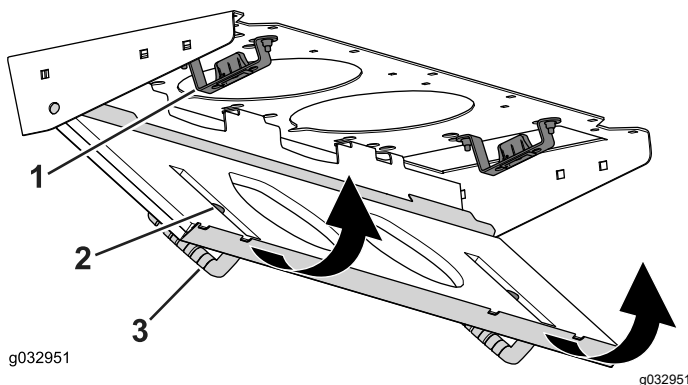

Figure 87
4. Faites pivoter le filtre sur les languettes jusqu'à ce que le pêne s'enclenche dans la gâche (Figure 87).